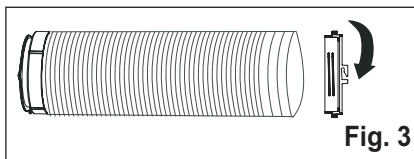

Fig. 3
2. Allungare l'altra estremità del tubo flessibile e avvitare sull'adattatore B (fig. 3).